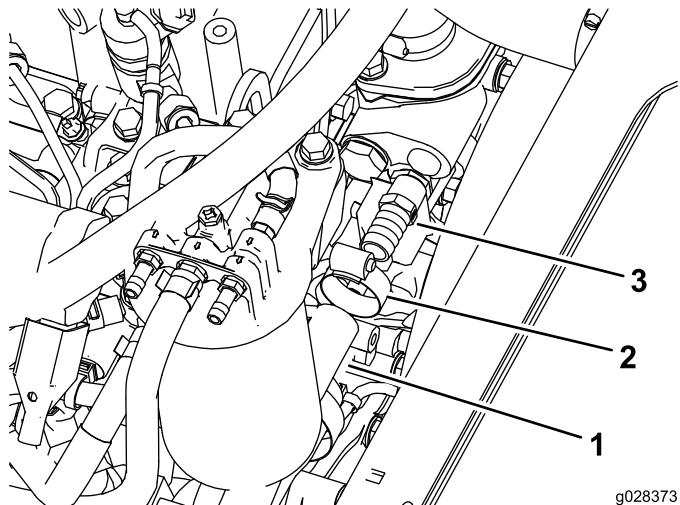

Figura 21
3. Instale o encaixe adaptador do tubo na estrutura do termostato do motor (Figura 21).
4. Ligue a extremidade solta da mangueira de pressão ao encaixe adaptador da estrutura do termostato do motor (Figura 21).
6. Encaminhe o tubo por baixo do filtro do ar, conforme indicado na Figura 21.